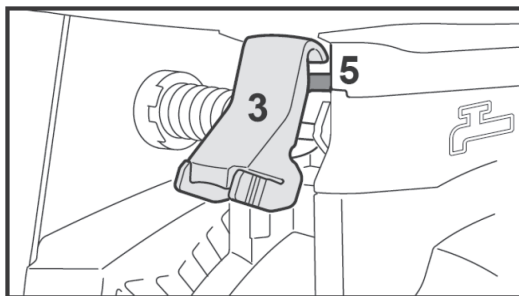

Рис. 35
- Установіть бак, зачепівши зашчепку (3), за планку (5) (рис. 35).